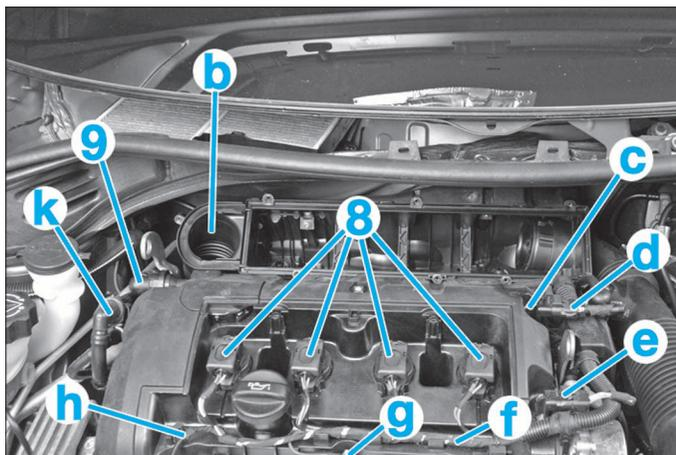
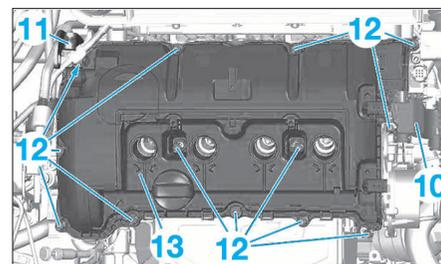
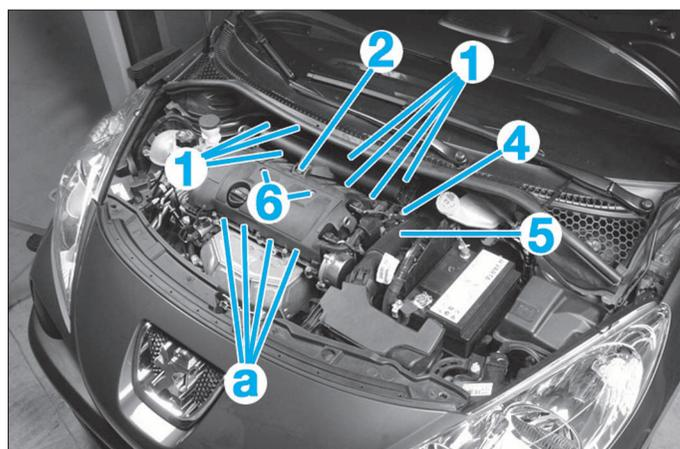

FIG. 2
FIG. 3
FIG. 1
- Déposer les vis (1) et (2) (Fig.1).
- le couvercle du filtre à air (3).
- la vis (4)
- le raccord d'entrée d'air (5)
- les vis (6).
- Obtenir l'entrée d'air en (b) (Fig.2).
- Débrancher le faisceau d'alimentation en (g) et les connecteurs (8).
- Déposer les bobines d'allumage (8).
- Débrancher le tuyau de réaspiration des vapeurs d'huile (9).
- Soulever et écarter la goulotte (10) (Fig.3).
- Desserrer la patte d'élingage (11).
- Déposer les vis (12) et le couvre culasse (13).
- Resserer la patte d'élingage (11) à  $2 \pm 0,2$  daN.m.
- Soulager le moteur par l'intermédiaire de la patte d'élingage (11), à l'aide d'une grue d'atelier.